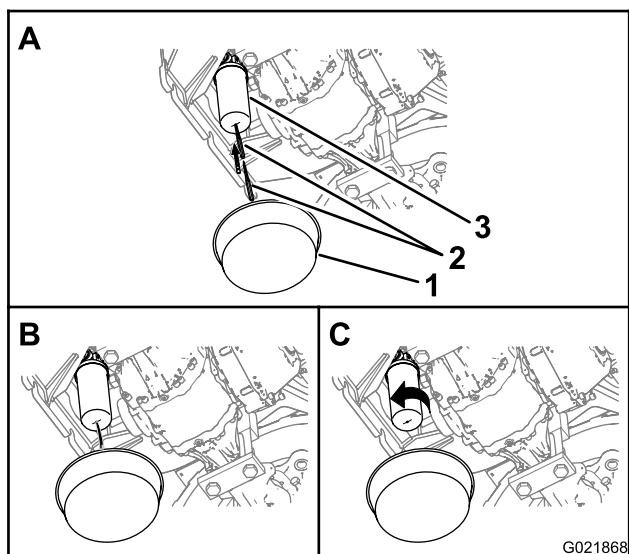

Bild 96
Hinweis: Der Hydraulikrücklauffilter ist von der Unterseite des Maschinenhecks zugänglich (Bild 96).
1. Stellen Sie einen Behälter unter den Hydraulikdruckfilter (Bild 96).
2. Stechen Sie in die Unterseite des Hydraulikrücklauffilters und lassen Sie restliches Hydrauliköl in den Behälter ablaufen (Bild 96).
3. Drehen Sie den Hydraulikrücklauffilter nach links und nehmen ihn ab (Bild 96).